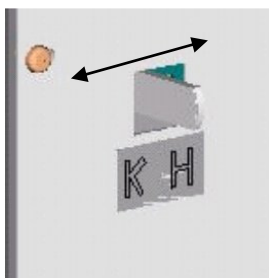

fig. 3.
Régalez ensuite la prise d'air primaire (voir fig. 3)
- ouvrir la prise d'air primaire (voir fig. 3.)